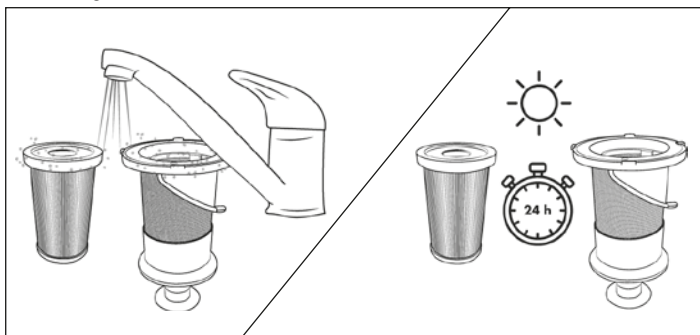

Fig. 22
- 5) Lavare il filtro EPA **5** e il filtro in acciaio inox **6** con acqua fredda o tiepida. Lasciare asciugare all'aria completamente il filtro EPA **5** e il filtro in acciaio inox **6** prima di inserirli nuovamente nel contenitore della polvere **7** (vedere fig. 22).